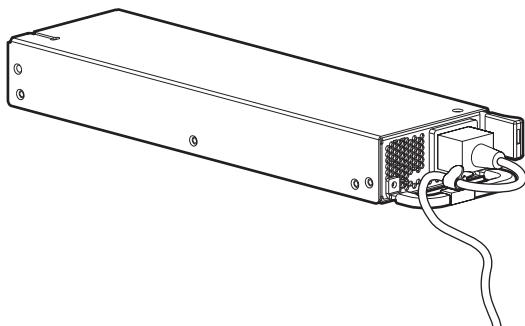

図 66. 張力緩和クリップへの電源コードの固定
3. 張力緩和クリップを使って、電源コードを固定します(図 66)。